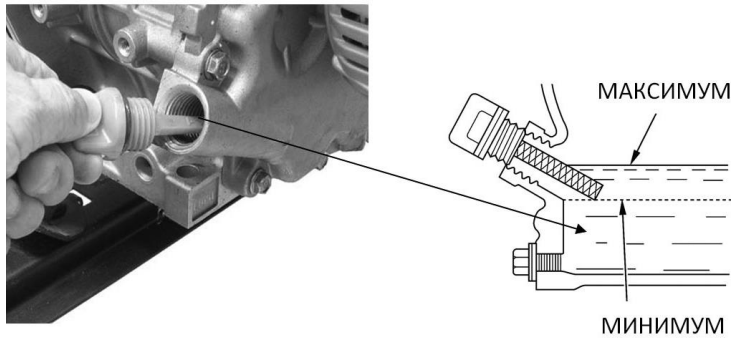

Рисунок 5 – Проверка уровня масла в картере двигателя
5.2.2. Если уровень не соответствует нужной отметке, долейте масла до края заливной горловины (рис.5). Ориентировочный объём картера двигателя 0,6 литра.